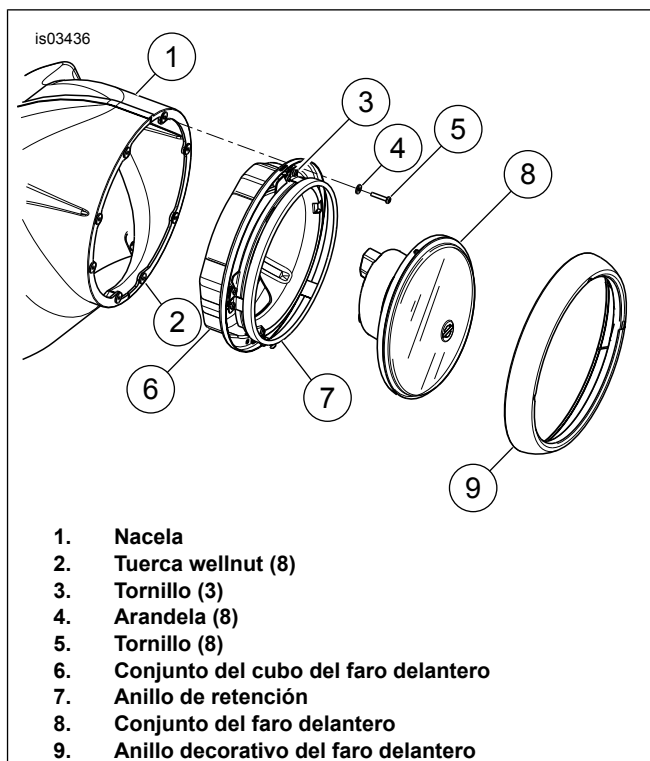

Figura 6. Instalación del faro delantero
15. Vea Figura 6. Instale el conjunto del faro delantero (8), que se quitó anteriormente, dentro del cubo del faro delantero (6) usando el nuevo anillo de retención (7) y los tres tornillos (3).
17. Instale el conjunto del faro delantero y el cubo en la nacela usando las ocho arandelas (4) y los tornillos (5) del kit.